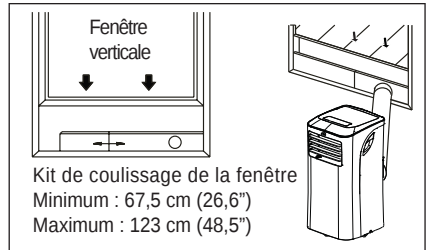

Fig. 8
5. Apposez l'adaptateur B dans le kit de coulissage de la fenêtre et fixez-le. (Fig. 8 et 9)